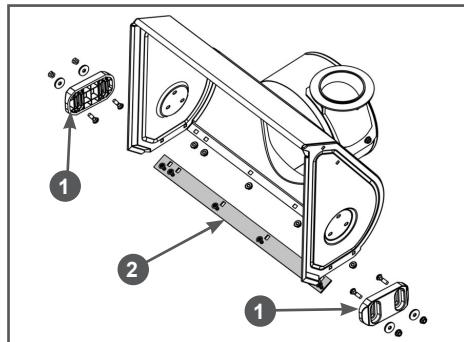

Рис. 36 Обслуживание кожуха шнеков
1. Открутите гайки крепления полозков 1 (Рис. 36) и снимите полозки с кожуха шнеков.
2. Установите новые полозки и закрепите их четырьмя болтами и гайками (Рис. 36). Перед окончательной затяжкой гаек отрегулируйте высоту загорта снега.
Для наглядности на Рис. 36 кожух шнеков показан без шнеков, редуктора и валов.
1. Открутите гайки крепления и снимите нижнюю накладку 2 с кожуха шнеков (Рис. 36).
2. Установите новую нижнюю накладку и закрепите ее болтами и гайками (Рис. 36).